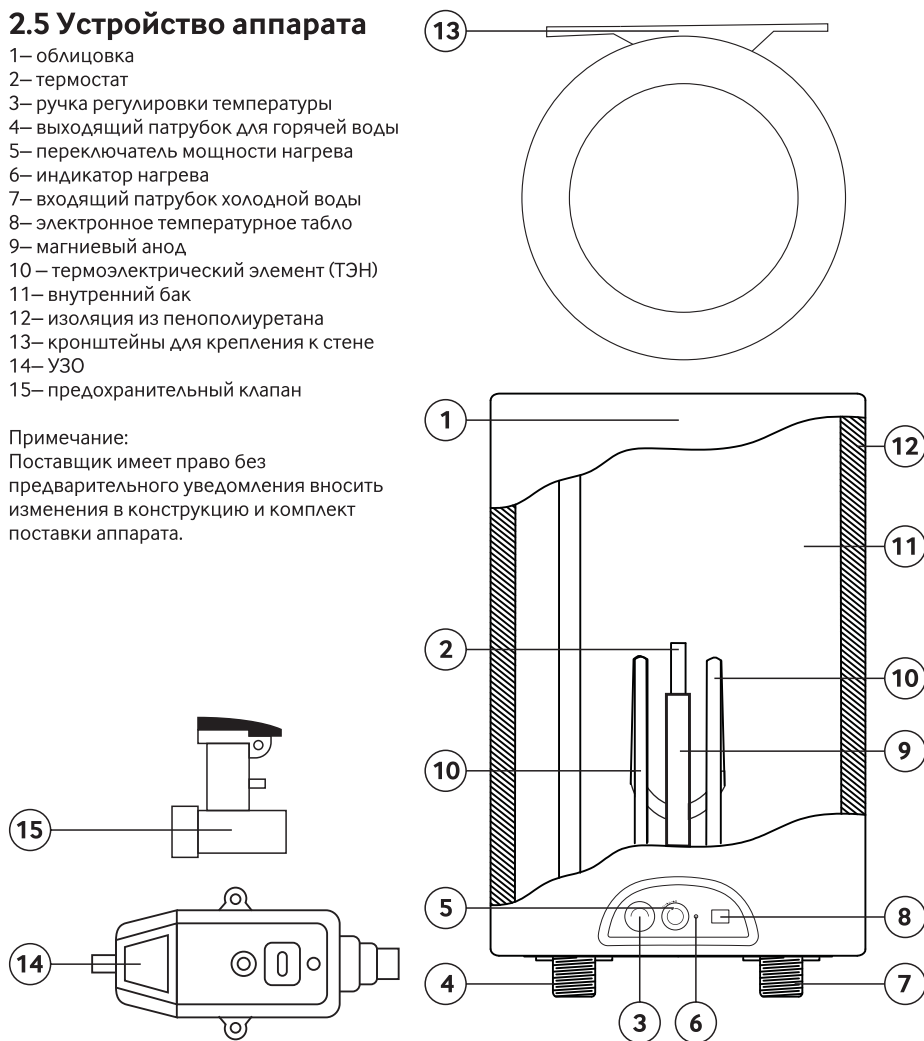

Рисунок 1: Устройство аппарата
2.6.1 Аппарат имеет круглую форму, образуемую облицовкой (1) (см. рис.1), выполненную из высококачественного пластика, стойкого к царапинам и повреждениям и имеющем цвет серый металлик для моделей RGF, серый матовый для моделей RGM и из нержавеющей стали с повышенной стойкостью к коррозии и покрытой цветом белый металлик для моделей RW.
- ТЭН (термоэлектрический нагреватель) (10) (см. рис.1)